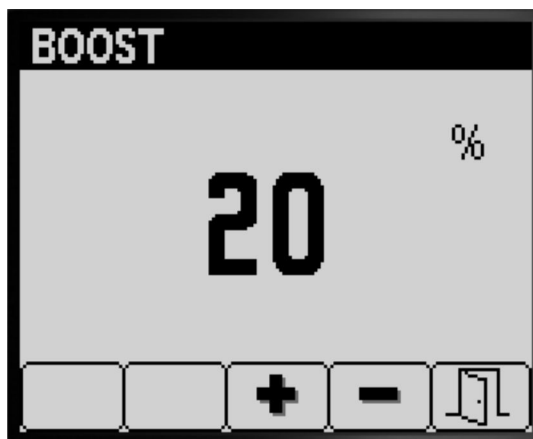

図9
2. ボタン4は増加パーセントの選択図9。
3. ボタン3と4で、増加率の設定を行う図9。